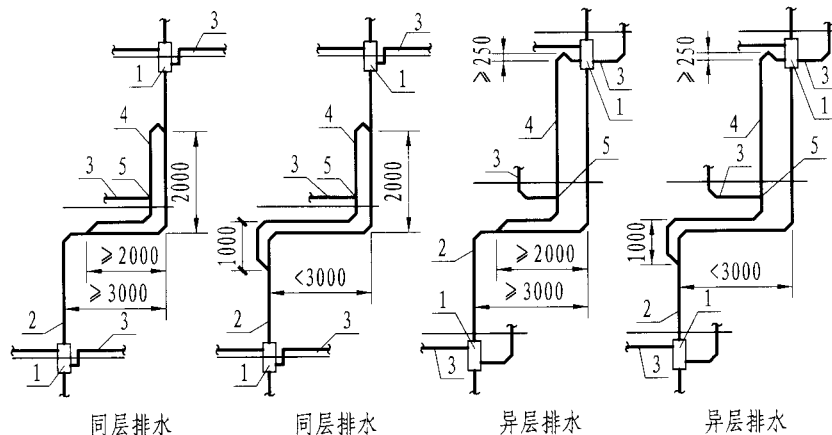

图2 立管偏置距离 $> 1\text{m}$ 时,辅助通气管设置方式
2) 偏置距离大于1m时,下层偏置管应设泄压管,泄压管应以45°管件与上层排水立管连接,泄压管管径为铸铁管DN100或塑料管dn110,见图2。泄压管水平管段的管内底不应低于排水立管的偏置横管管中心。